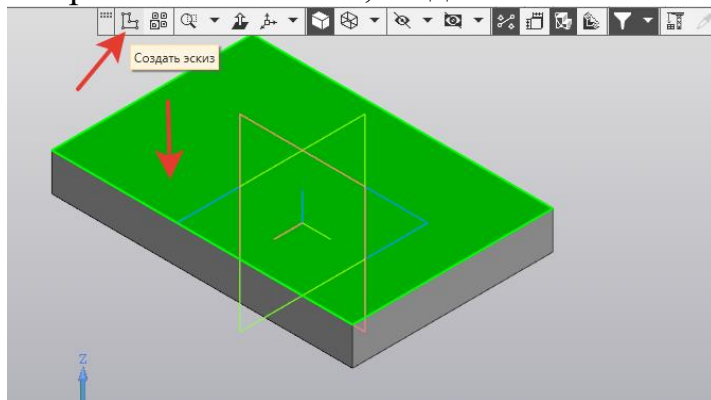

Рисунок 6.
5. На верхней поверхности основания, создайте новый эскиз (рисунок 6).